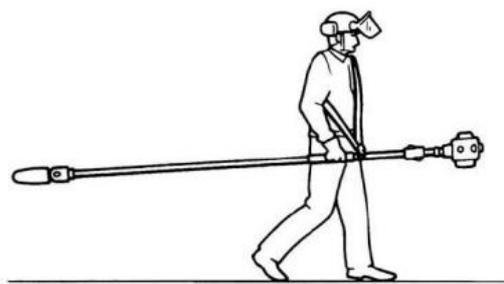

Fig. 1
- Lorsque vous le portez à la main, gardez toujours la machine avec la chaîne pointant vers l'arrière. Voir fig. 1